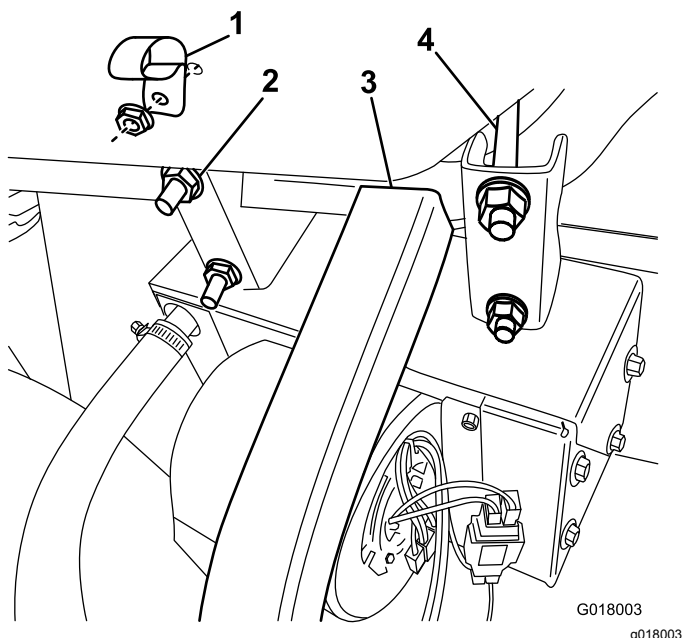

Figura 22
- Fissate il riscaldatore e il gruppo staffa sul tubo della struttura anteriore e posizionate a contatto con la struttura a U, utilizzando i bulloni a U e i dadi flangiati in dotazione (Figura 22).
- Fissate il serraturino a R al vano portaoggetti con un bullone a testa flangiata e un dado (Figura 22).